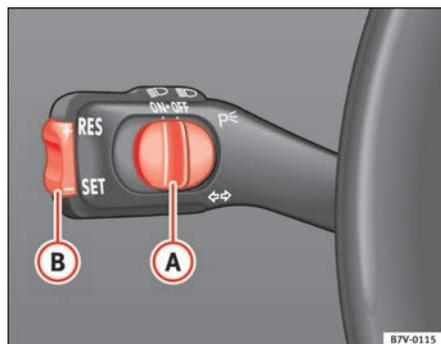
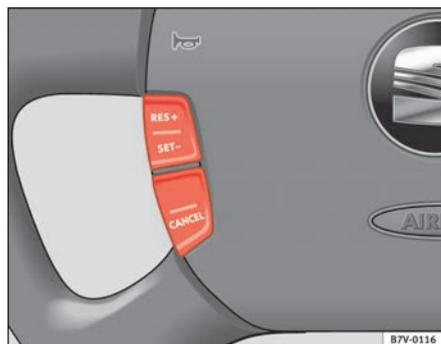

Fig. 133 Palanca de intermitentes y de luz de carretera: mando **A** y tecla basculante **B** para el regulador de velocidad
Fig. 134 Volante multifunción: mandos del GRA
- Mueva el mando ⇒ fig. 133 **A** hacia la izquierda hasta la posición **ON**. Cuando se conecta el regulador de velocidad, se enciende el testigo del cuadro de instrumentos.
- Mueva el mando ⇒ fig. 133 **A** hacia la derecha hasta la posición **OFF** o pulse una vez la tecla ⇒ fig. 134 **CANCEL**.
- Cuando se haya alcanzado la velocidad que se quiere programar, pulse brevemente la parte inferior de la tecla basculante **SET** ⇒ fig. 133 **B** o pulse una vez la tecla ⇒ fig. 134 **SET-**. La velocidad actual se memoriza y se mantiene de forma constante.
- Para alcanzar la velocidad deseada mantenga pulsada la parte superior de la tecla basculante **RES+** ⇒ fig. 133 **B** o la tecla ⇒ fig. 134 **RES+**.
- Para alcanzar la velocidad deseada mantenga pulsada la parte inferior de la tecla basculante **SET-** ⇒ fig. 133 **B** o la tecla ⇒ fig. 134 **SET-**. La velocidad disminuye por cesar la aceleración, no porque se frene activamente.
- Desplace el mando ⇒ página 187, fig. 133 **(A)** hasta la posición “OFF” o
Para conectar de nuevo el regulador de velocidad, levante el pie del pedal del freno o del embrague, desplace el mando **(A)** hasta ON o pulse una vez la parte superior de la tecla basculante ⇒ página 187, fig. 133 **[RES +]** o la tecla ⇒ página 187, fig. 134.